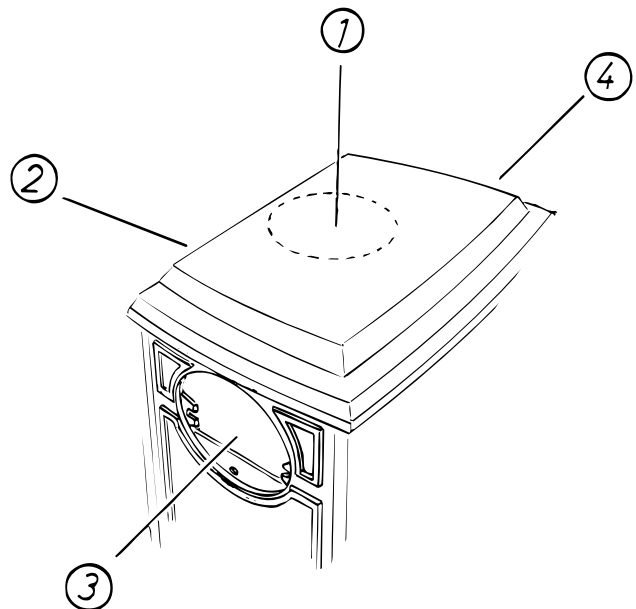

Bild 2: Rökuttag
3. Du kan välja mellan att topp- bak- eller sidoansluta din kamin (Bild 2), beroende på placering.